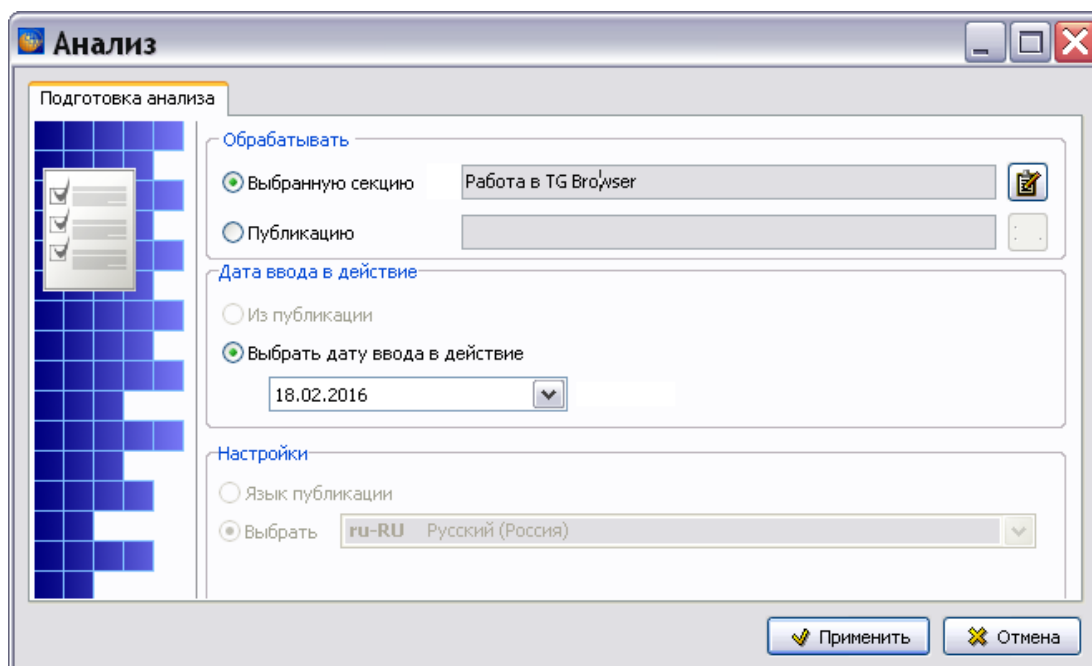

Рис. 22.95
5. В диалоговом окне выделите тип анализа **Применяемости**. Дважды щелкните по нему левой кнопкой мыши или нажмите на кнопку **Выбрать анализ**. После этого появится окно **Анализ** с вкладкой **Подготовка анализа** (Рис. 22.95).